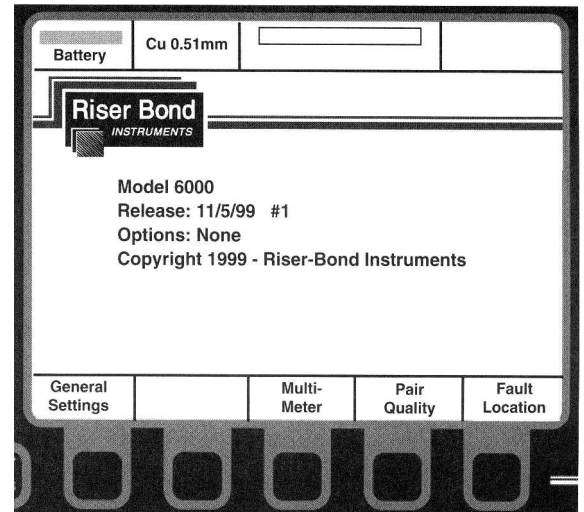

Figure 5 – Menu de démarrage
- 1) Appuyer sur **Power**. Le système un menu de démarrage apparaît avec des touches de fonctions spécifiquement définies au bas de l'écran (Figure 5). Ce premier écran affiche le Type du Modèle, la version du logiciel intégré, la date de la dernière révision de ce logiciel, la version du système, les options et un message de modèle déposé.